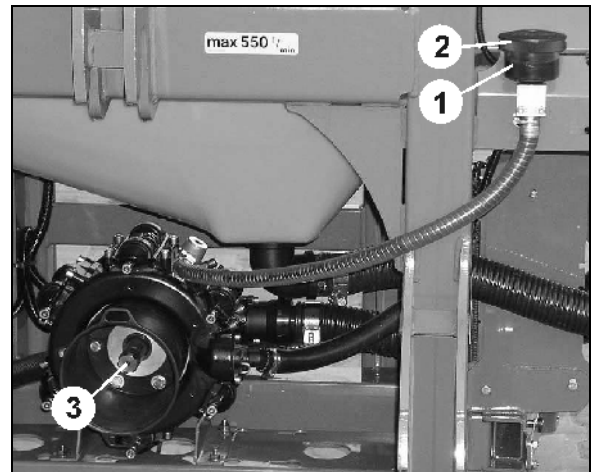

Fig. 140
1. Contrôlez si le niveau d'huile peut être lu au niveau du repère (1) lorsque la pompe est à l'arrêt et à l'horizontale.
3. Enlevez le couvercle (Fig. 140/2) et faites l'appoint d'huile si le niveau d'huile n'arrive pas au repère (Fig. 140/1).